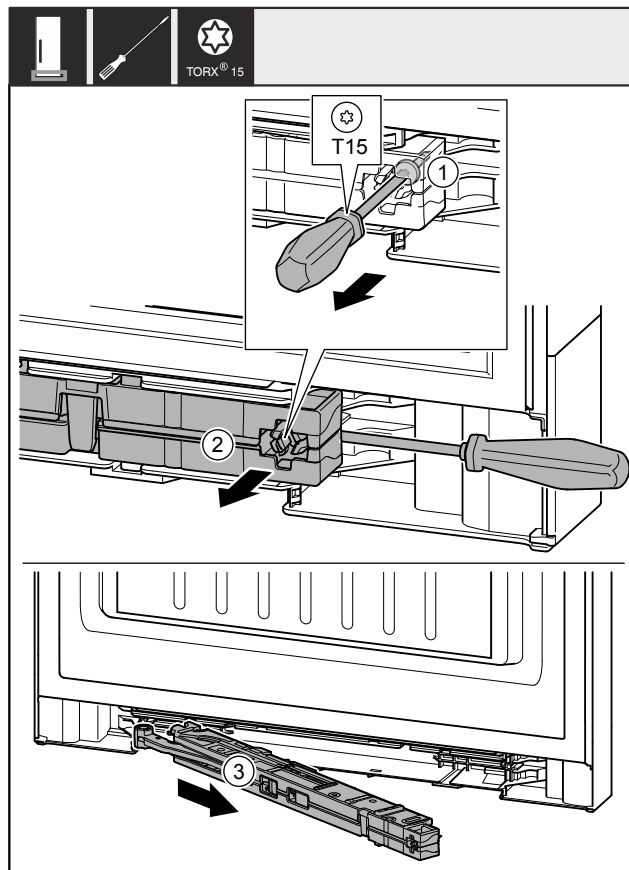

Fig. 12
- Šroub Fig. 12 (1) na jednotce tlumiče zavírání povolte šroubovákem o cca 14 mm.
- Vypačte jednotku tlumiče zavírání Fig. 12 (2) na straně madla šroubovákem dopředu.
- Vytáhněte jednotku tlumiče zavírání Fig. 12 (3).